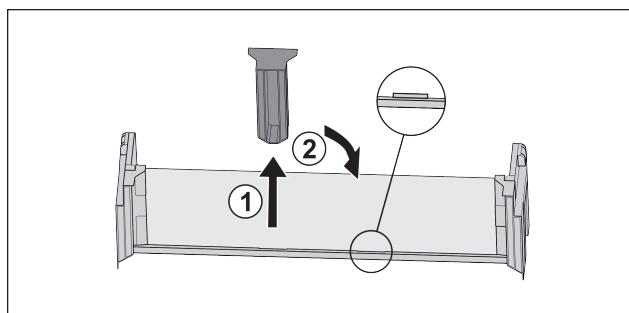

Fig. 76
- ▶ Retirar la pieza de sujeción central Fig. 76 (1).
- ▶ Colocar la pieza de sujeción central en la segunda posición Fig. 76 (2).